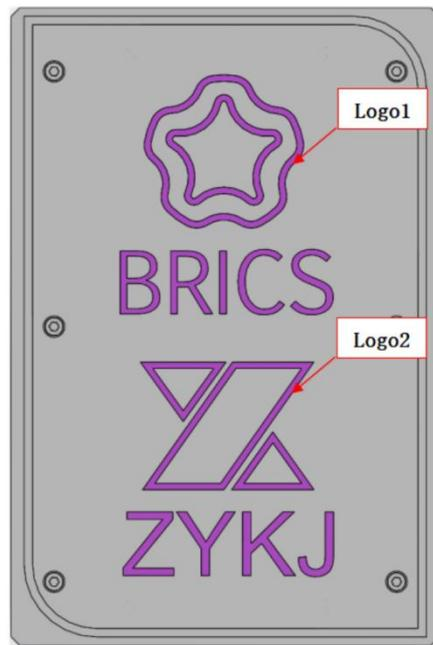

图8 轨迹图案
任务 A2：自动安装画笔、画出如图 8 轨迹图案、自动卸载画笔
- 2) 自动安装画笔、画出如图 8 轨迹图案（紫色）、自动卸载画笔，中间可以有适当延时，整个过程需在一个程序内连续执行完成；